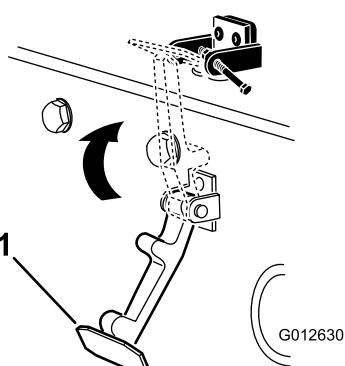

Figura 9
6. Agganciate il fermaglio sulla relativa staffa (Figura 9).